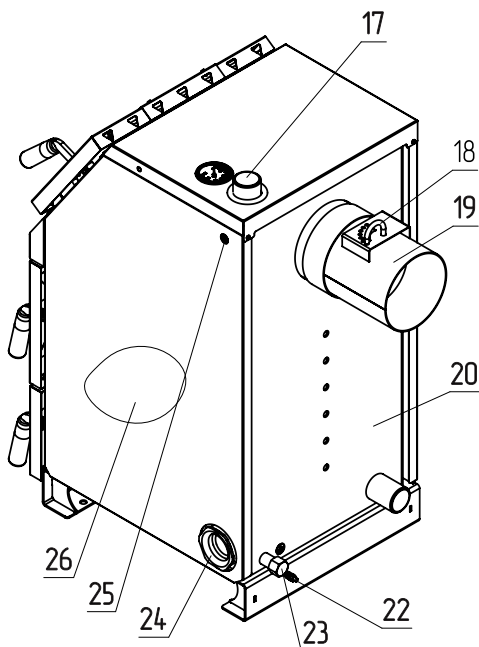

Рис.1 Конструкция отопительного котла
5.1. Котел (рис.1) состоит из корпуса (поз.20), топки (поз.3), теплообменника (поз.1), патрубков дымохода (поз.19) (опция). Для регулировки тяги обязательна установка регулируемого патрубка дымохода ZOTA или шибер (задвижки), как элемента дымохода согласно СП 7.13130.2013. При закрытом положении шибера (задвижки) должно оставаться свободным не менее 20% номинального сечения патрубка дымохода.
Внимание! Не допускается эксплуатация котла без установленной заслонки (рис.1 поз.27), шуровочной решетки (рис.1 поз.8) и зольного ящика (рис.1 поз.5). Эксплуатация котла без установленной заслонки, шуровочной решетки и зольного ящика приводит к прогоранию и деформации водонехлаждаемых поверхностей котла и лакокрасочного покрытия. Котел не выходит на номинальную мощность. В случаи нарушений условий эксплуатации котла рекламации не принимаются.